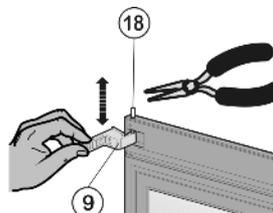

Fig. 12
- ▶ Pousser le pivot *Fig. 12 (18)* vers le haut : Déplacer la charnière *Fig. 12 (9)* de bas en haut.
- ▶ Enlever le pivot *Fig. 12 (18)* avec une pince et le mettre de côté.